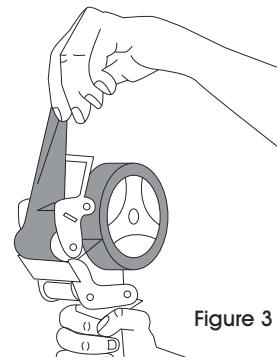

Figure 3
3. Tirez sur le ruban pour le placer sur le rouleau de lissage en laissant le ruban se dérouler librement de la roue du ruban. (Voir Figure 3)